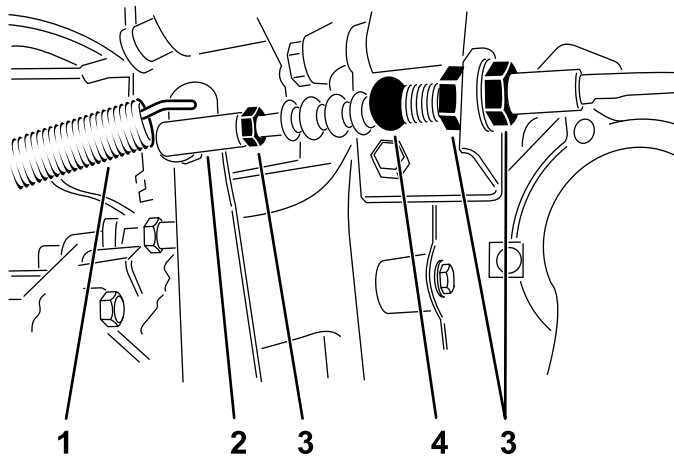

Figure 63
1. Desserrez les écrous de blocage qui fixent le câble d'embrayage au support sur le carter d'embrayage (Figure 63).